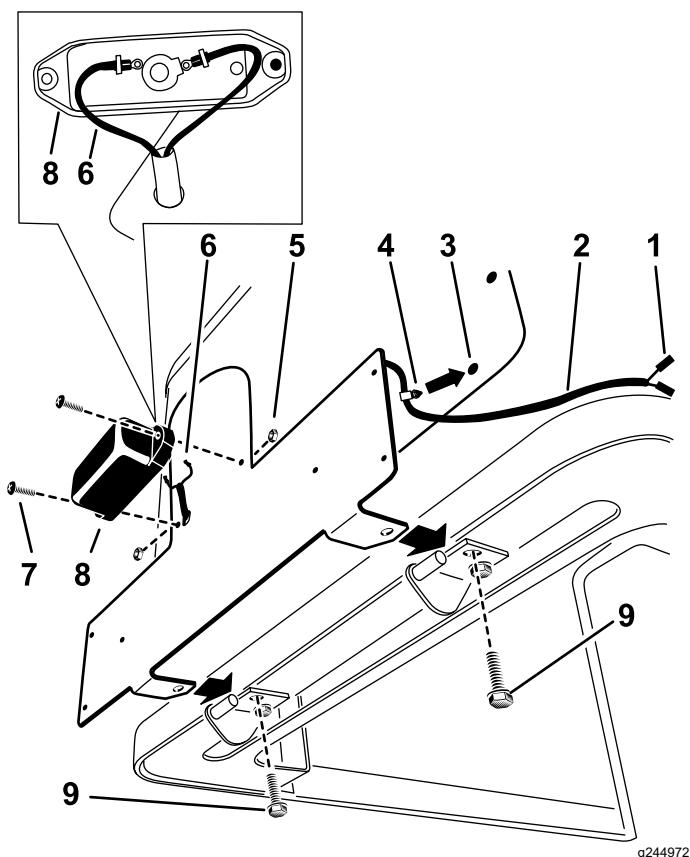

Figura 18
4. Rimuovete le viti **posteriori** che fissano i supporti del perno al cofano (**Figura 18**).
5. Dirigete il cablaggio preassemblato verso il supporto della piastra e collegate i connettori a banana alla luce (**Figura 18**).
6. Rimuovete il dispositivo di fissaggio della protezione esistente per montare il dispositivo di fissaggio a spinta (**Figura 18**).
8. Con le 2 viti precedentemente rimosse, installate il supporto della piastra sui supporti del perno del cofano (**Figura 18**).
9. Montate il dispositivo di fissaggio a spinta nel foro aperto della protezione (**Figura 18**).